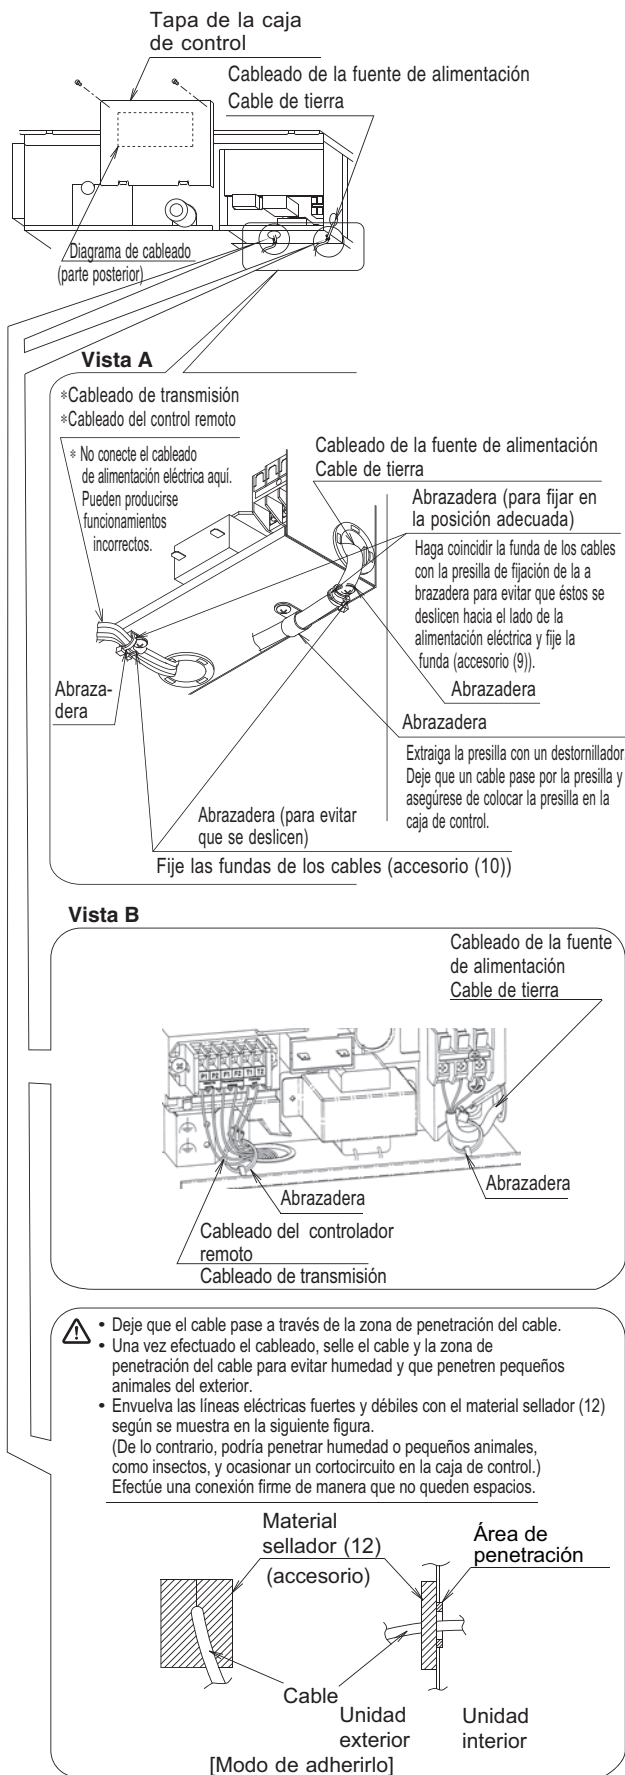

Fig. 17
Asegure firmemente los cables con las abrazaderas (9) (10) disponibles como accesorios según se muestra en la Fig. 17, de manera que no se aplique tensión en las áreas de conexión de cables.
- Efectúe el cableado solamente tras retirar la tapa de la caja de control según se muestra en la Fig. 17, relativo a la vista A o B dependiendo del tipo de unidad.
- Cuando sujete el cableado, utilice las abrazaderas suministradas (9) y (10) de la manera indicada en la Fig. 17 para evitar que se aplique presión exterior en las conexiones del cableado; asimismo, sujete el cableado con firmeza.